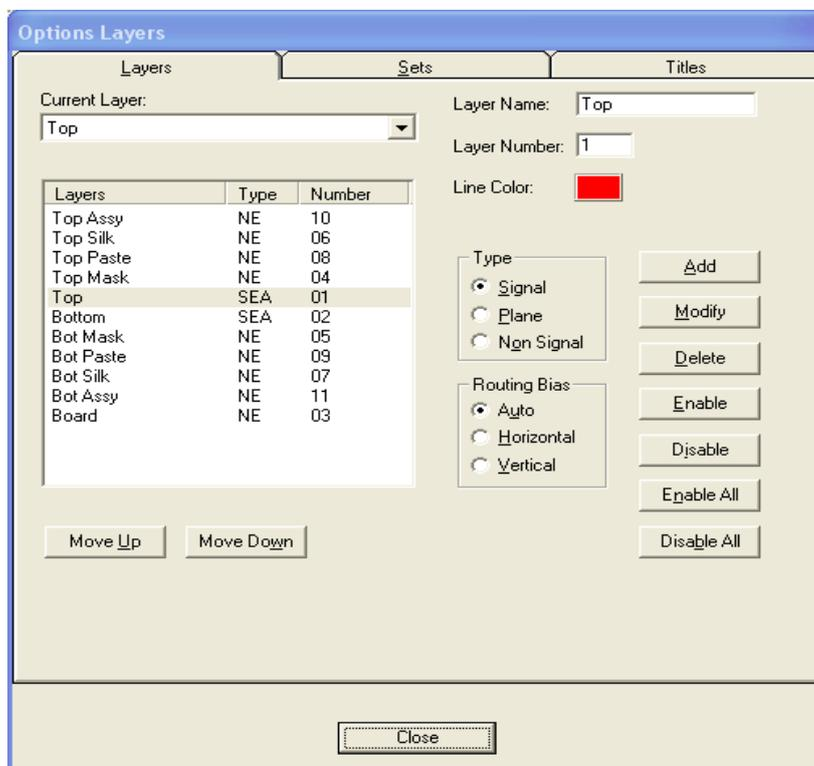

Рис.9.3. Структура слоев печатной платы.
- **Options/Layers** - просмотрите и, при необходимости, настройте структуру слоев (рис.9.3).